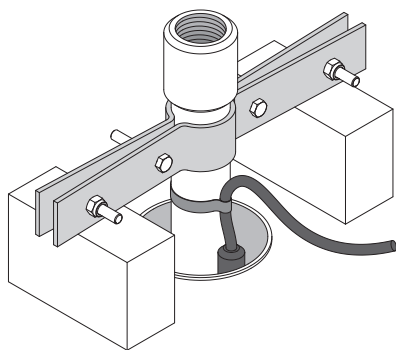

Abb. 7.5 – Einzelheiten finden Sie auf Seite 401
- Es wird geraten, am Druckanschluss der Pumpe zuerst ein kurzes Leitungstück anzuschließen und das Stromkabel daran zu befestigen. Am anderen Ende, unter der Kupplungsmuffe oder dem Kupplungsflansch, einen Stützbugel befestigen (Abb. 7.5).